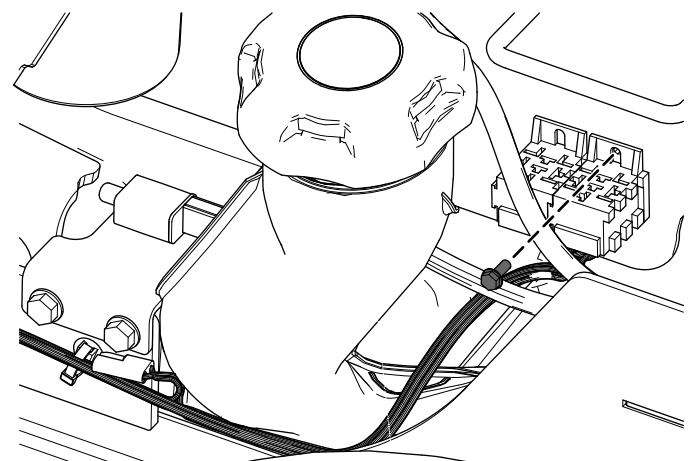

図 14
4. タップタイルねじを使用して、リレーの近くにワイヤハーネスを取り付ける 図 14。